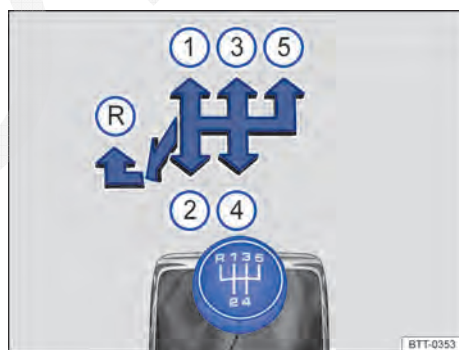

Fig. 124 Esquema de troca de marchas da transmissão manual de 5 marchas.
As posições de cada marcha estão representadas na alavanca de troca de marcha → Fig. 124 ou → Fig. 125.
- Empurrar a alavanca de troca de marcha totalmente para a esquerda e depois para frente até a posição de marcha a ré → Fig. 124 ⓘ ou → Fig. 125 ⓘ.